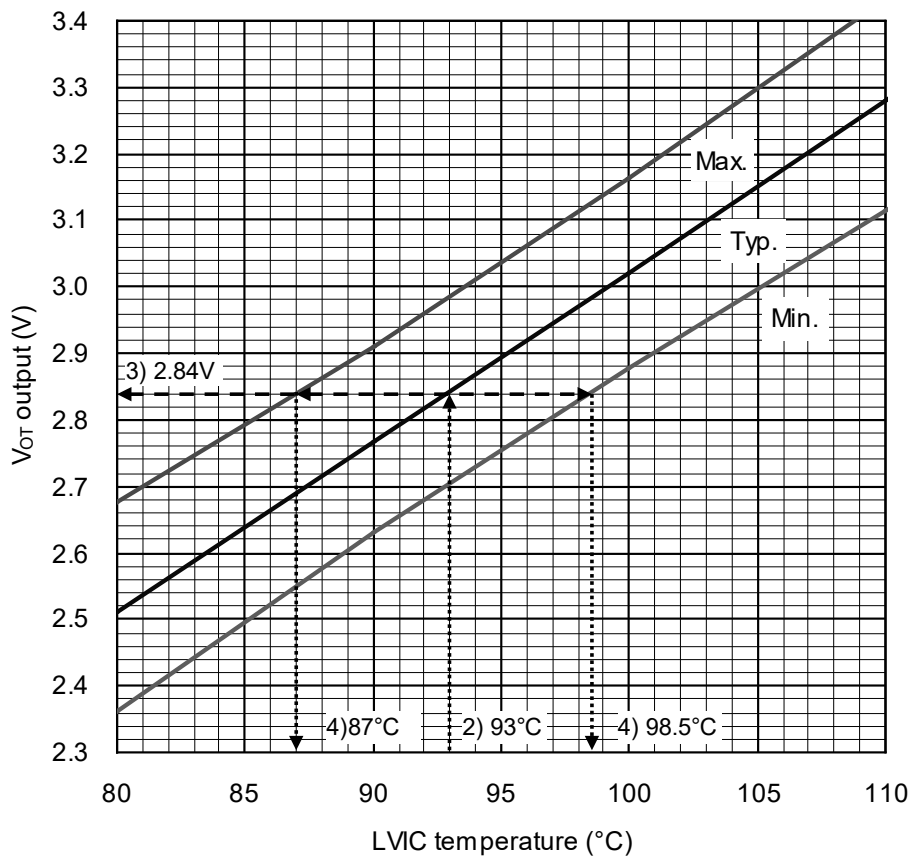

図 2-2-17 VOT 出力電圧-LVIC 温度関係 (図 2-2-14 の拡大図)
3) V OT 出力特性より 2) で求めた Tic の時の V OT 出力電圧を図 2-2-17 から求める	V OT =2.84V (@Tic=93°C)を保護設定値とする。
4) 3)で求めた V OT 時の Tic の温度バラツキ範囲を図 2-2-17 で確認する。	Tic=87°C~98.5°C (@V OT =2.84V)